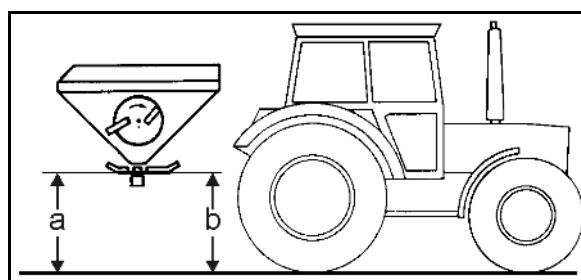

Fig. 61
De korteste spredeskivle er udstyret med drejeklapper, der kan vippes op uden brug af værktøj (Fig. 61/1), som muliggør sengødskning af korn op til en højde på 1 m - **uden** ekstra tilbehør.
3. Sving spredeskivlens drejevinger (Fig. 61/1) til den ønskede position for normal- eller sengødskning.